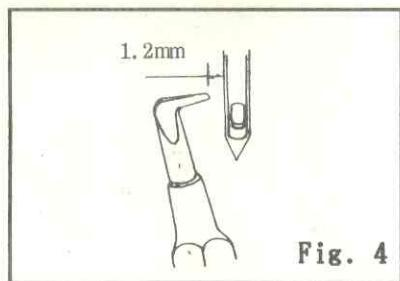

Fig. 4
1. Release the needle bar cover (A101R), pull the motor belt (A909) to let the looper move to extremely left hand side as per the instruction of Fig.4.
1. Suelte el coveror (A101R) de la barra de aguja, jale la faja (A909) del motor para permitir que el garfio pueda moverse como lo muestra la Fig.4.
1. Remova a tampa (A101R) da barra de agulha e mova a correia (A909) até que o looper fique na posição mostrada na Fig.4.